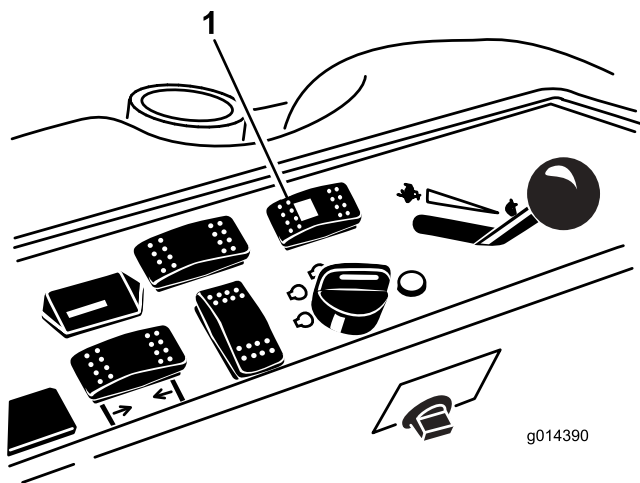

Figura 42
1. Pulse el interruptor de selección de la dirección hacia atrás (posición de dirección a 4 ruedas) (Figura 42).